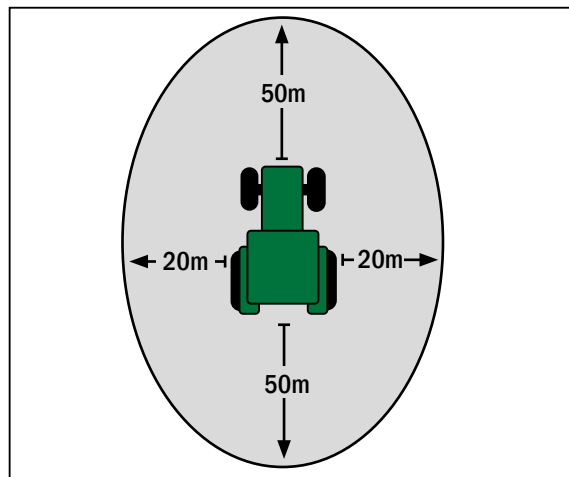

Abb. 2: Gefahrenbereich
- Sobald sich das Fahrzeug bewegt und die ISOBUS-Komponenten aktiv sind, darf sich niemand im Gefahrenbereich (siehe Abb. 2) aufhalten. Der Bediener ist verpflichtet, das Fahrzeug sofort zu stoppen, sobald Personen den Gefahrenbereich betreten. Für Personen, die sich im Gefahrenbereich aufhalten, besteht die Gefahr schwerer oder sogar tödlicher Verletzungen. Personen könnten vom Fahrzeug überrollt werden, wenn es zu einer Betriebsstörung des Fahrzeugs kommen sollte. Der Bediener darf das System erst dann wieder starten, wenn sich keine Personen mehr im Gefahrenbereich befinden.